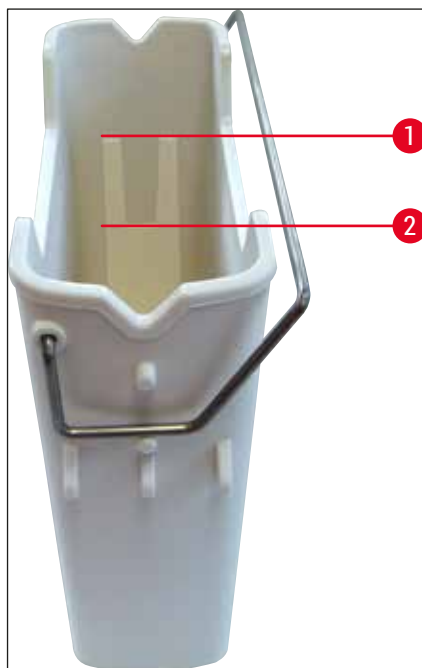

Fig. 67
4. Verifique se o nível de abastecimento é suficiente (→ Fig. 67) e se não há sujeira no reagente. Em caso de contaminação, o xileno deve ser substituído (→ P. 38 – 4.6.3 Prepare o recipiente de reagente, abasteça-o e insira na gaveta de carga) e o recipiente de reagente deve ser limpo antes do novo abastecimento.